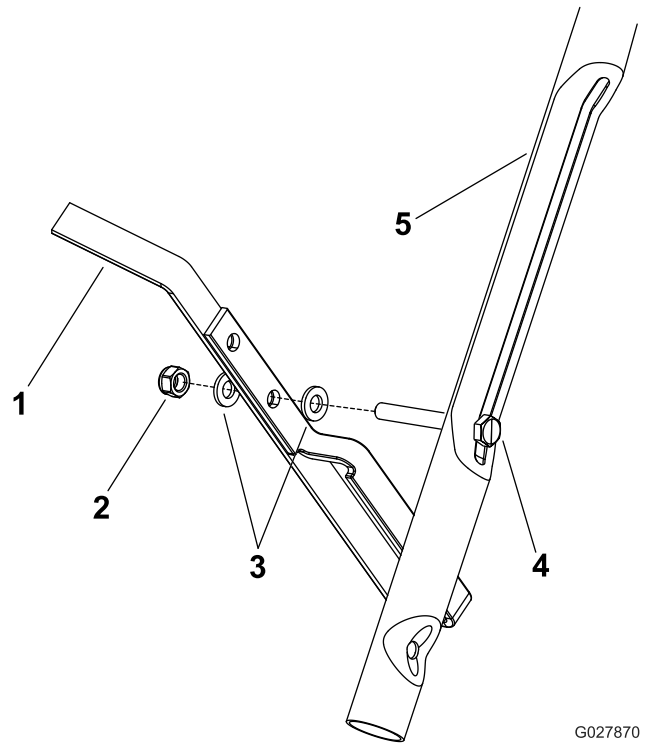

Figura 6
Fixe a parada de pé no parafuso do lado direito da pega inferior utilizando uma porca e 2 anilhas (Figura 6).
**Nota:** Instale a parada de pé utilizando o furo inferior na parada de pé como se mostra na Figura 6.